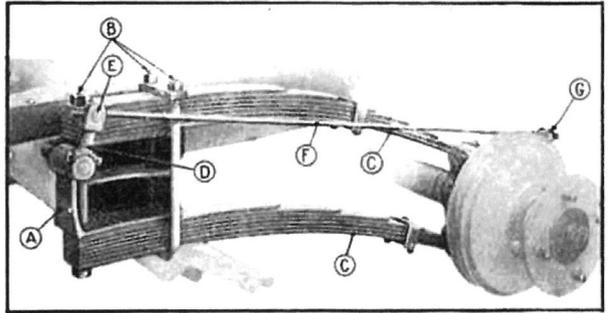

Fig. 219. — Commande AR. des freins sur roues AR.
- 3—Démonter et dégager la tige hors d'usage du barillet AR., en dévissant les deux écrous extrêmes de réglage (*fig. 219*).